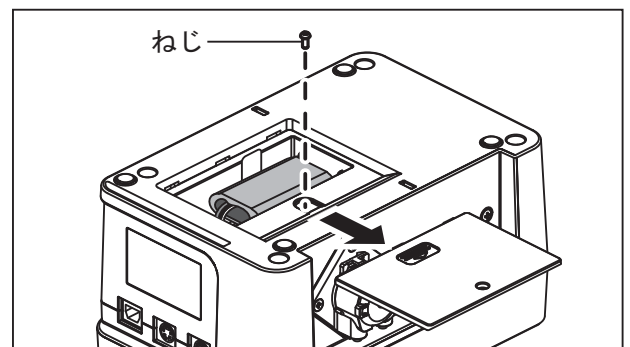

図 23
- 3) バッテリーカバーを矢印の方向にスライドさせて取り外します。（図 23）